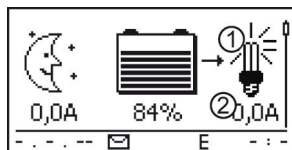

Fig. 15 Contenido del display después de conectar la salida de carga
3. ➞ Conectar la salida de carga. Aparece la lámpara ① (Fig. 15) en el display.
4. ➞ Conectar el consumidor. La corriente de consumo se mostrará en el display ② a partir de 0,1 A.
5. ➞ Si no se visualiza Fig. 15, comprobar la instalación y eliminar el error a base del apartado 15.